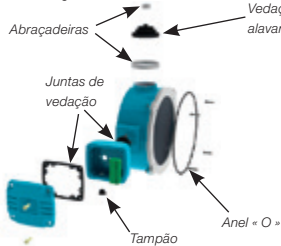

Figura 6 - Elementos de vedação do freio W-Easy Maintenance
2) Para freio W-Easy Maintenance, os elementos de vedação estão indicados na Figura 6.
9. Para motores fornecidos com alavanca de destravamento manual, recolocar a alavanca e a sua vedação (a qual deve ser fixa através de abraçadeiras - ver Figura 6).